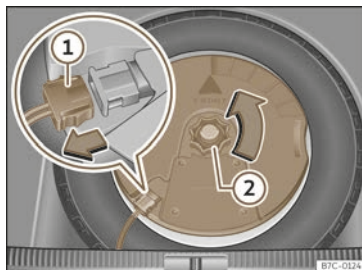

Abb. 244 Im Gepäckraum: Subwoofer ausbauen.
- Ziehen Sie das Subwoofer-Lautsprecherkabel heraus >>> (Abb. 244) ①.
- Drehen Sie das Befestigungshandrad entgegen dem Uhrzeigersinn heraus >>> (Abb. 244) ②.